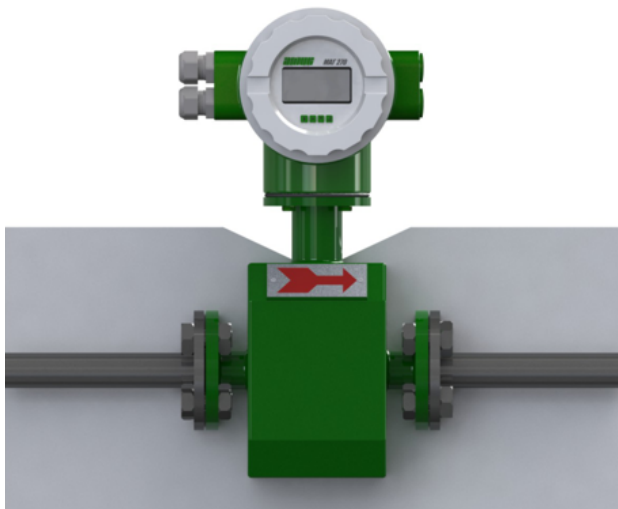

Рисунок 2.6–Теплоизоляция расходомера
- Теплоизоляция не должна выступать за указанную отметку (см. **рисунок 2.6**);